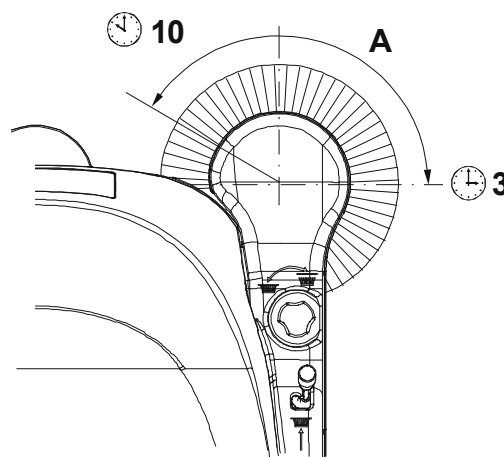

Figure 1
- Arrêter le balai latéral en appuyant sur l'interrupteur (1), puis le soulever et déplacer la machine.
- Contrôler que la trace laissée par le balai latéral est, en extension et orientation, comme indiqué dans la figure (A, Fig. 1) : le balai latéral doit toucher le sol pour un arc de cercle compris entre les positions "10 heures" et "3 heures" d'une montre.
- Tourner la poignée (13) dans le sens des aiguilles d'une montre ou dans le sens contraire pour régler la hauteur du sol du balai.